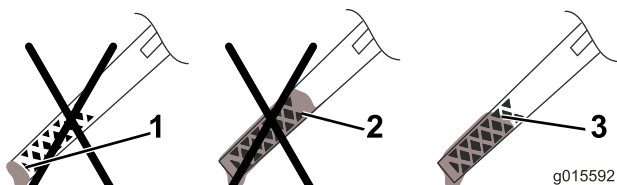

Figura 30
13. Retire la varilla y compruebe el nivel de aceite en la varilla (Figura 30).